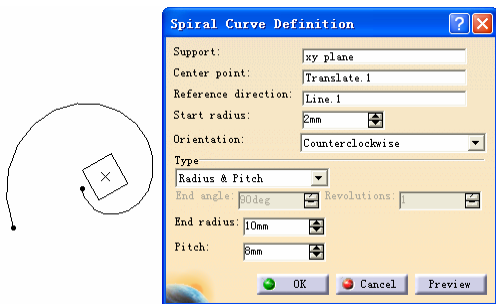

图 4-204
- **半径和螺距 (Radius&Pitch)**。使用平面螺旋线终点的极坐标半径及其螺距来确定平面螺旋线的外形。此方式下螺旋数目可用终点的极坐标半径除以起始点的极坐标半径求得, 其结果如图 4-204 所示。